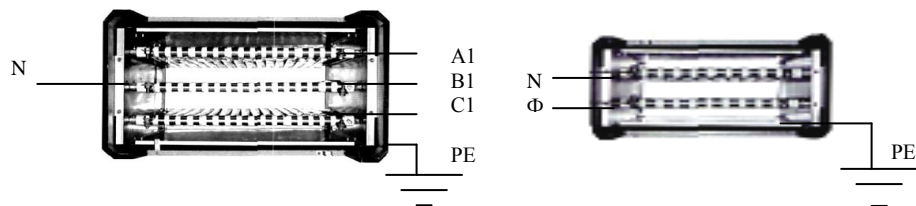

Рис. 2 Монтажная схема подключения ЭН
5.4. Подключение ЭНУ необходимо выполнить в соответствии с рис.2. Провода, подключаемые к ЭНУ, включая нулевой рабочий и нулевой защитный, должны быть в термостойкой изоляции, сечениями не ниже, указанных в разделе 2 настоящего руководства. Концы проводов, подключаемые к ЭН и ПУ должны быть либо облужены, либо оборудованы наконечниками. **В 3-х фазных печах ошибочное подключение фазного провода на нулевой контакт (клемму) приведет к выходу из строя двух нагревателей (рамок).**